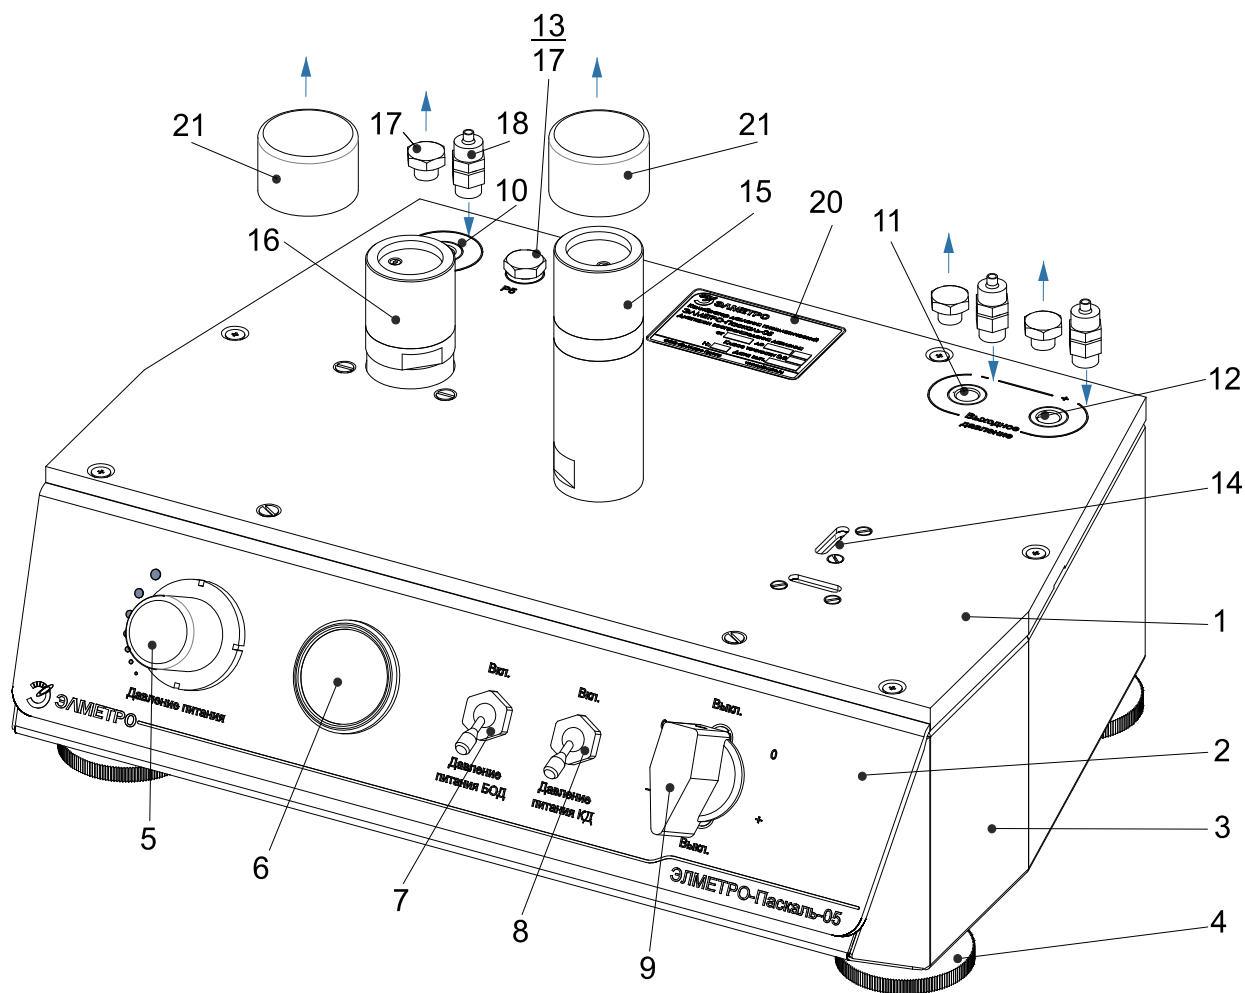

Рисунок 1 – Калибратор давления пневматический ЭЛИМЕТРО-Паскаль-05
1.4.3 Работа прибора заключается в следующем. Воздух питания через вход "Давление питания" (поз.10, рис. 1) поступает в прибор. Давление питания регулируется с помощью регулятора давления (поз.5) и контролируется по манометру (поз.6). Через пневмотумблеры "Давление питания КД" (поз.7) и "Давление питания БОД" (поз.8) и внутренние узлы калибратора воздух под давлением поступает в поршневые колонки (поз.15 и поз.16) прибора.
1.6.1 На прикрепленной к калибратору табличке паспортной (поз.20, рис. 1) нанесены следующие знаки и надписи: